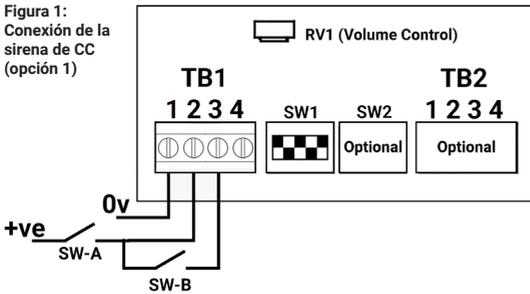

Figura 2:
- La figura 2 muestra una segunda opción para el cableado de CC. Esto permite activar un tono de alarma de etapa 1 o de etapa 2 en función de la polaridad de la conexión.
Funcionalidad de la figura 2